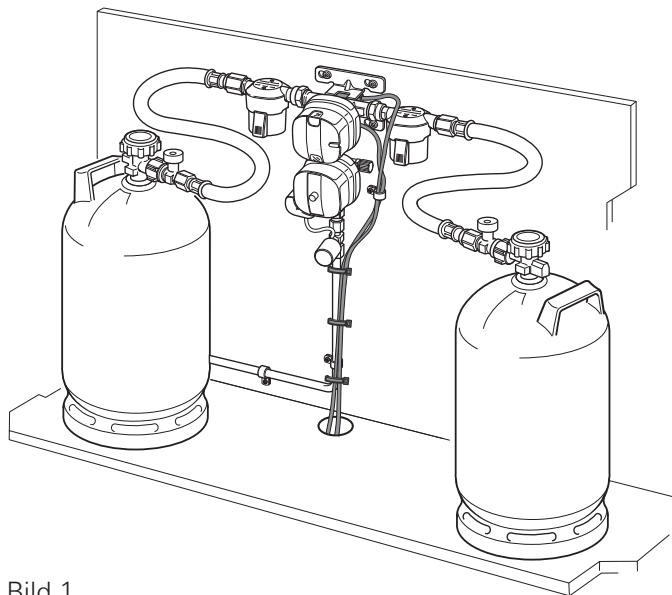

Bild 1
- Alternativt kan kablarna ledas genom ett hål i botten av gaslådan (Bild 1).